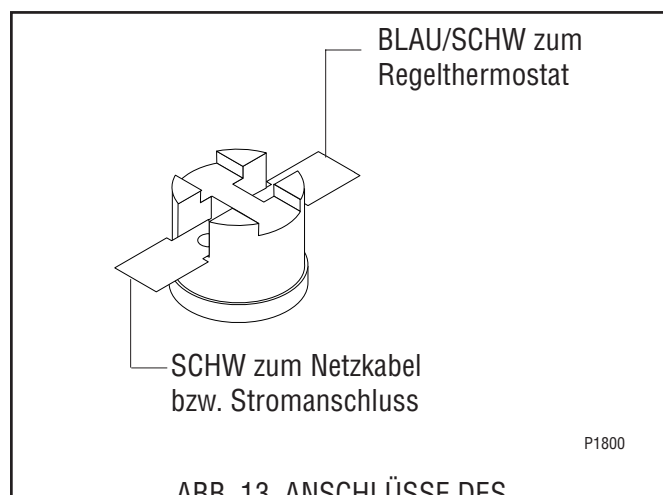

ABB. 13, ANSCHLÜSSE DES BEGRENZUNGSTHERMOSTATS
4. Siehe Abb. 13 für den Wiederanschluss der Drähte.